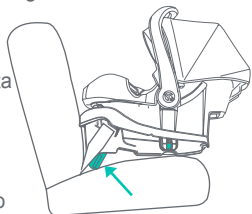

Fig. 51-4
- Si el nivel de burbuja del indicador de ángulo de la silla (4-22 lb) no está centrado, o la línea de nivel (23-35 lb) no está paralela al suelo, extienda el pie de elevación, **Vea la sección 7.5 Para implementar el pie de elevación**, debajo de la parte delantera de la base en el extremo inferior, para lograr la posición correcta (Fig. 51-4). Si no se puede lograr la elevación correcta, consulte la sección 7.5 Ayudas para la elevación. Vuelva a apretar el cinturón de seguridad del vehículo como se indica en la sección **Cómo asegurar la Silla de Seguridad o la base en el vehículo**.